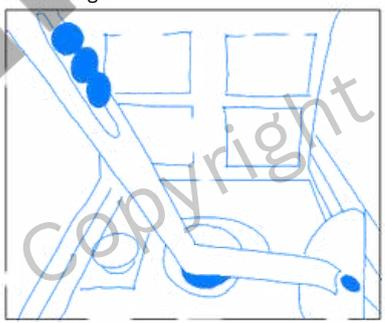

Abbildung 6
5. Zum Schluss kannst Du die gesamte Wasserführung herausnehmen (Abbildung 6).